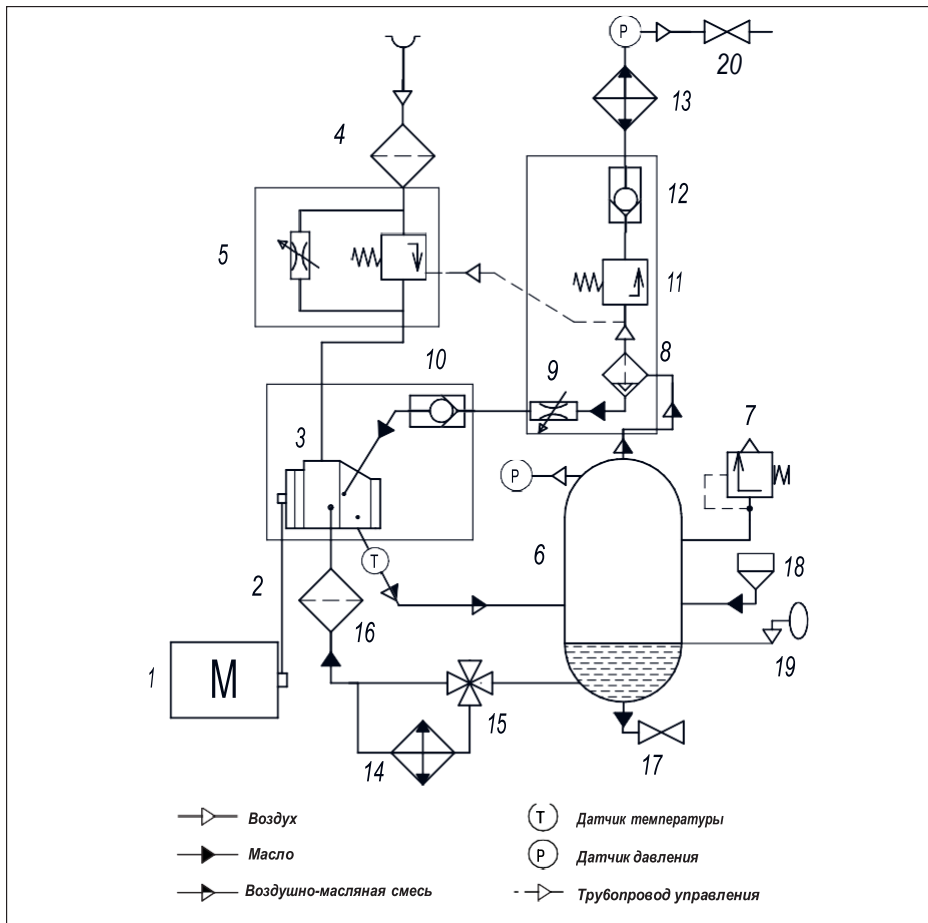

Рис. 2.3 Схема пневматическая AV75-90
2.4 Принцип действия (Смотри рис. 2.3)